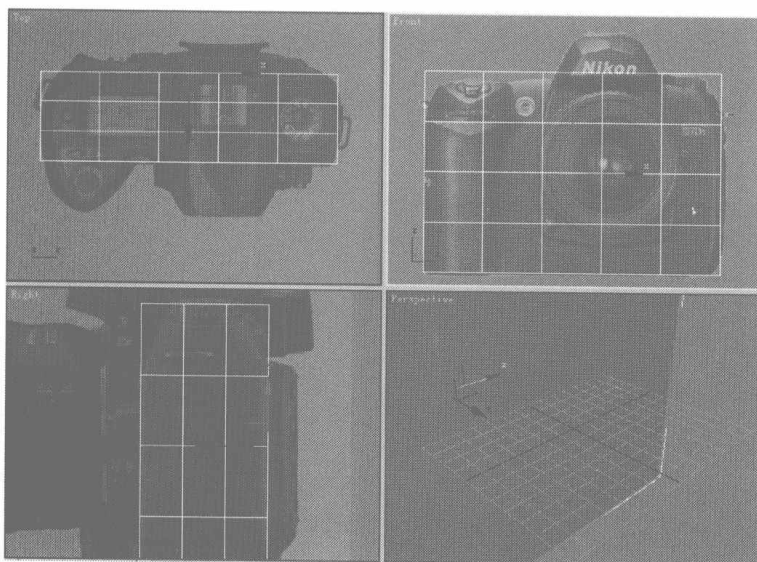
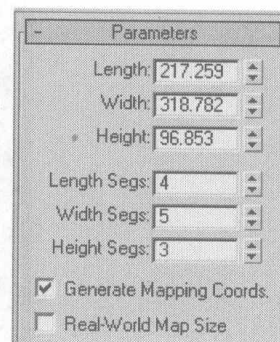

图 6.3
图 6.4
- 02** 在 Create 控制面板中单击 **Box** 按钮，在 Front 视图中建立一个 Box，如图 6.3 所示，来制作相机的大概形状。在 Modify 控制面板的 Parameters 卷展栏中设置 Box 的参数，如图 6.4 所示，然后单击右键，在弹出的快捷菜单中选择 Convert to Editable Poly 命令，将其转换为可编辑的 Polygon 模型。